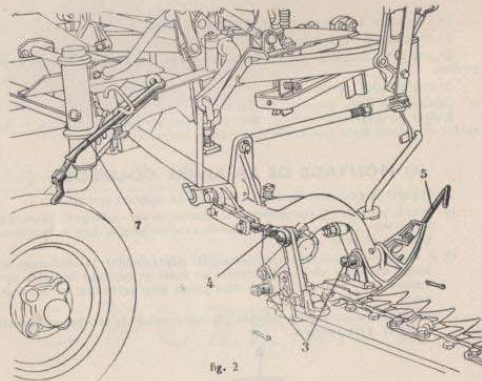

fig. 2
- Détacher la barre coupeuse de la tringle soutien (7) et immobiliser cette dernière sous le système à ressort placé à l'arrière de la machine (voir fig. 2).